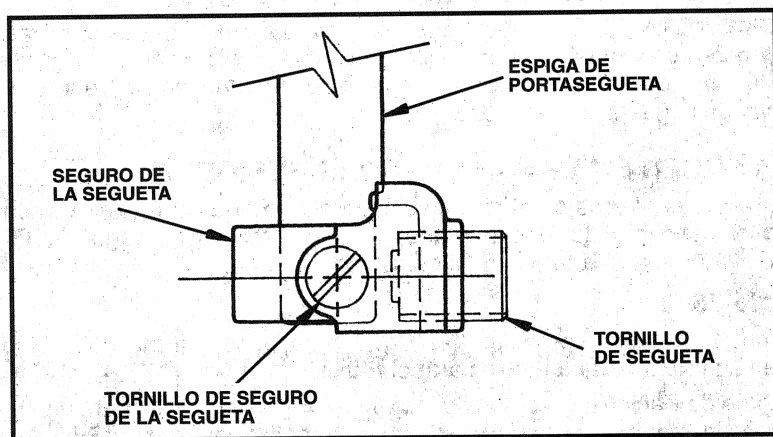

Fig. 3
1. Afloje el tornillo de segueta, Fig. 3, aproximadamente dos vueltas. Afloje el tornillo del seguro de la segueta entre seis y ocho vueltas y quite el seguro.
**TOME NOTA:** El seguro puede recolocarse para aceptar las seguetas "Gancho" de Porter-Cable al repetir números 1 y 2 y colocarlo como está indicado en Fig. 3. Hay que apretar bien el tornillo del seguro al usar las seguetas de "Gancho".